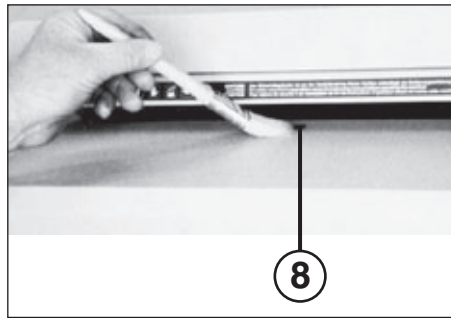

Fig. 4
8 = Barrera fotoeléctrica (avance) (Fig. 4)
LIMPIEZA DE LAS CÉLULAS FOTOELÉCTRICAS (8) (Fig. 4):